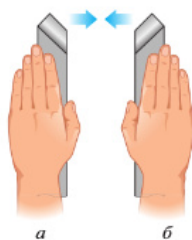

Рис. 5.16. Проходные резцы: *а* — левый прямой проходной; *б* — правый прямой проходной
1. В зависимости от направления движения подачи: правые и левые резцы (рис. 5.16).